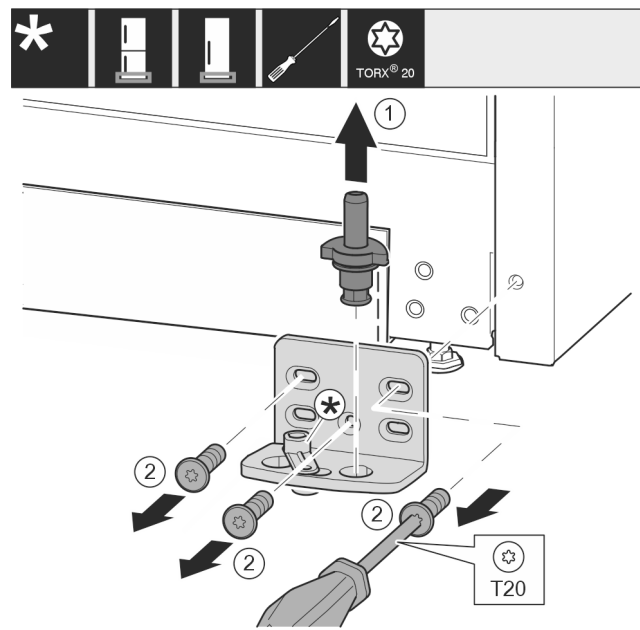

Fig. 22
- ▶ Опорний гвинт цілком витягніть рухом вгору. Fig. 22 (1)
- ▶ Викрутіть гвинти за допомогою викрутки T20 та зніміть опорний кронштейн. Fig. 22 (2)